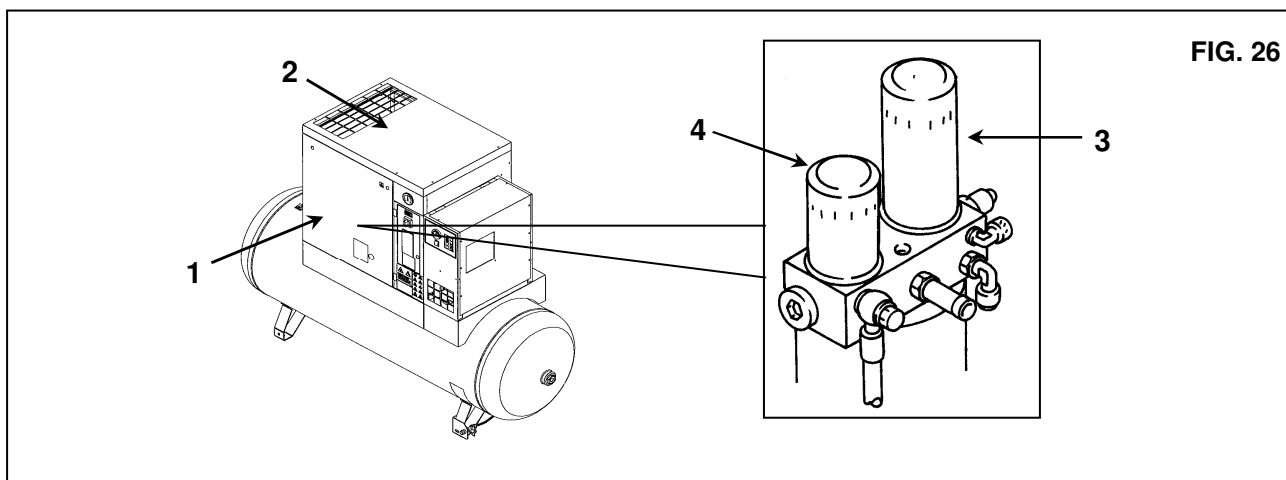

FIG. 26
- Deschideți panoul frontal Ref. 1 (Fig. 26) cu cheia specială.
- Scoateți dispozitivul fixat de protecție (capota mașinii) Ref. 2 (Fig. 26).
- Scoateți filtrul separator de ulei Ref. 3 și filtrul de ulei Ref. 4 (Fig. 26).
- Remontați dispozitivul fixat de protecție (capota mașinii) Ref. 2 (Fig. 26), utilizând șuruburile de siguranță corespunzătoare.
- Închideți panoul Ref. 1 (Fig. 26).